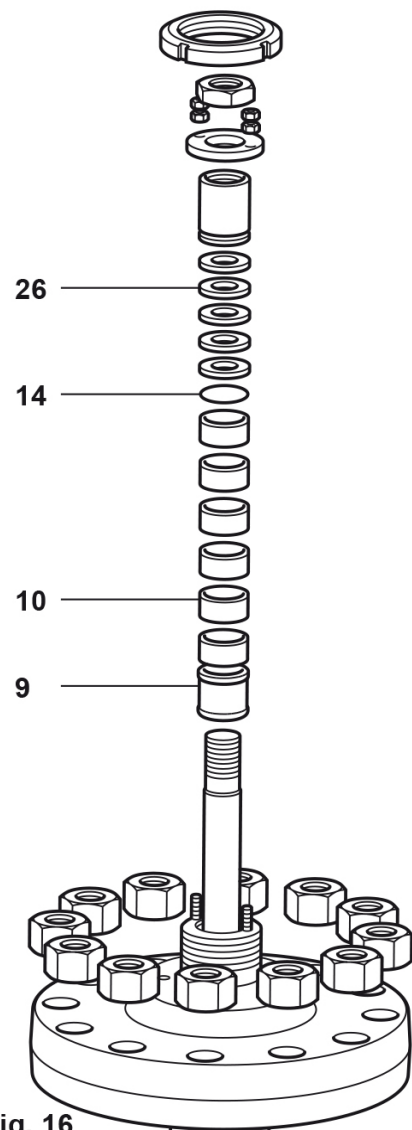

Fig. 16
## 5.4 Remplacement des garnitures d'étanchéité en graphite (voir Fig. 16)
- Retirer l'écrou de blocage de la tige (20), et déposer l'ensemble clapet de tige (avec la cage pour les versions équilibrées).
- Déposer les garnitures en graphite (26) et les mettre au rebut. Retirer soigneusement tous les composants métalliques, la rondelle (14) et les entretoises (10) en notant combien de composants ont été retirés puisqu'ils diffèrent selon la taille de la vanne. Nettoyer et, si nécessaire, remplacer ces composants en cas d'usure ou de détérioration.
- Nettoyer la cavité du presse-étoupe et réassembler les composants dans l'ordre indiqué sur la Fig. 16.